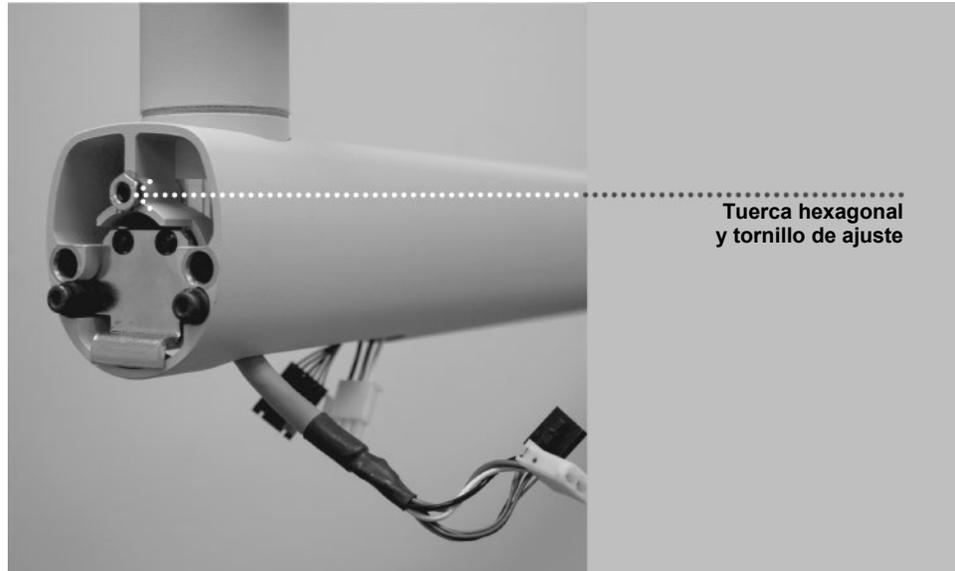

Figura 21
2. Insertar el tornillo de ajuste M6 x 25 mm de largo como se muestra en la *Figura 21*. Con una llave Allen de 3 mm, ajustar el tornillo $\frac{1}{4}$ de vuelta menos que completamente y asegurar con la tuerca hexagonal.